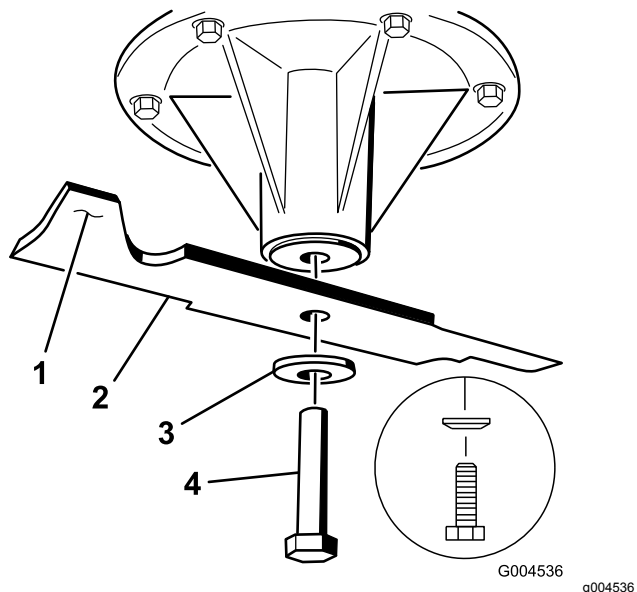

Figure 97
3. Si la lame est déséquilibrée, limez un peu l'extrémité de l'ailette seulement (Figure 97).
1. Placez la lame sur l'axe (Figure 97).
2. Mettez en place la rondelle élastique et le boulon de la lame. Le côté bombé de la rondelle élastique doit être dirigé vers la tête du boulon (Figure 97). Serrez le boulon de la lame à un couple de 115 à 150 N·m (85 à 110 pi-lb).